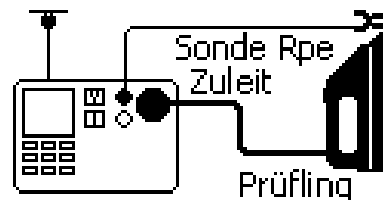

Abbildung 4. Messung des Schutzleiterwiderstandes
- Verbinden Sie den Prüfling und die Messleitung für die Schutzleiterwiderstandsmessung wie auf der LC-Anzeige dargestellt, siehe Abbildung 4.